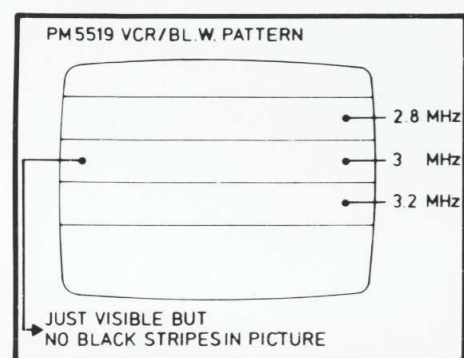

Fig. 1
- Opname weergeven. (zie Fig. 1)